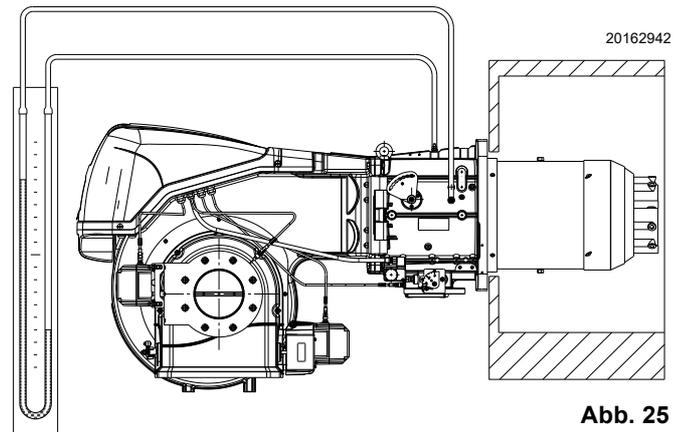

Abb. 25
- Ein U-Rohr-Manometer oder einen Differenzdruckmesser (Abb. 25) mit Anschluss (+) am Gasdruck der Muffe und (-) in der Brennkammer montieren.
Das U-Rohr-Manometer (Abb. 25) zeigt den Gaseintritt an der Muffe an.